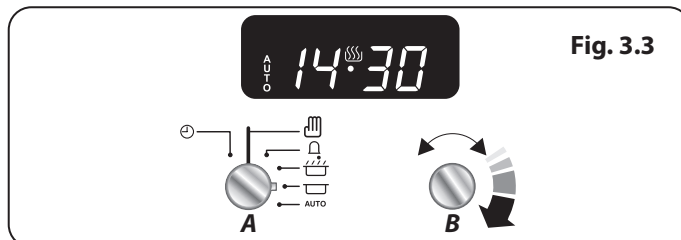

Fig. 3.3
2. Tournez le bouton de Réglage (**B**) pour définir la durée souhaitée. La durée minimum est d'une (1) minute (**Fig. 3.3**).
2. Tournez le bouton de Réglage (B) pour définir la durée de cuisson souhaitée. L'écran affiche l'heure en cours, plus la durée de cuisson supplémentaire que vous avez définie (Fig. 3.3).